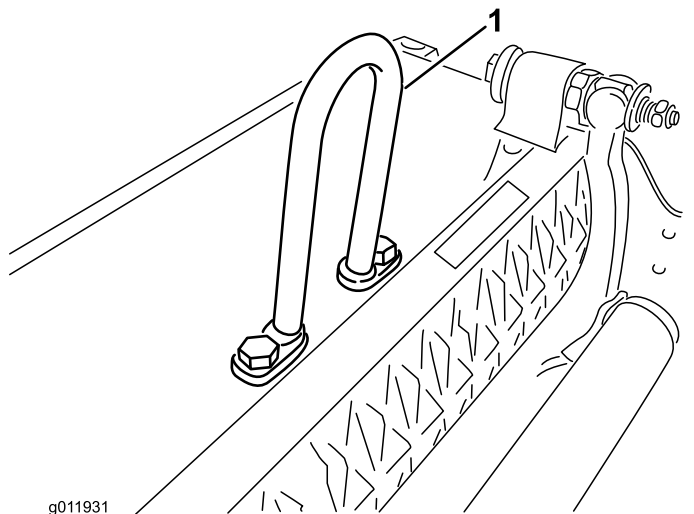

Figure 5
- Un **anneau de levage** (réf. 105-5740), montré à la Figure 5, est nécessaire pour les Greensmaster 3000, 3000-D, 3050, 3100, 3150 et 3150-Q (il est fourni avec les Greensmaster ci-dessus).